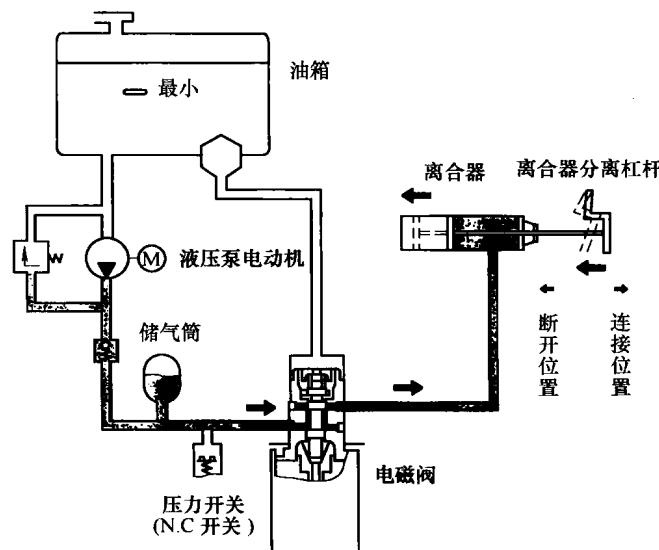

图 1-7 液压油路路径图
6) 电磁阀的功能。液压油路路径如图 1-7 所示。
① 离合器断开。点火开关在 ON 位置或行驶中换挡等状况下离合器断开。接通点火开关或在行驶中换挡时自动离合器控制器控制电磁阀。电磁阀打开一条到离合器分离缸的路径，关闭到油箱的孔口。系统的液压压力推动离合分离缸的活塞，离合器被分离杠杆断开。
② 离合器接合。离合器在下列状态下连接：点火开关位置在 OFF 位置；或挂挡，踩下加速踏板，以开动汽车；或发动机转速、节气门位置和挂挡车速始终与行车状况一致等。